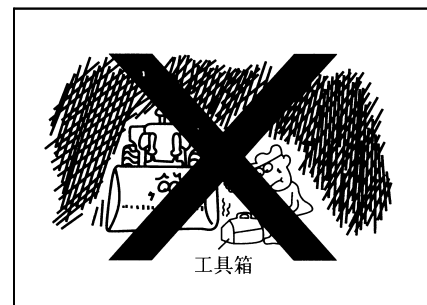

Рис. 1-30
- Проверить топливо, машинное масло и гидравлическое масло на отсутствие течи. При течи следует заменить поврежденные рукава, после восстановления следует очистить, потом начать работу(рис. 1-30). .